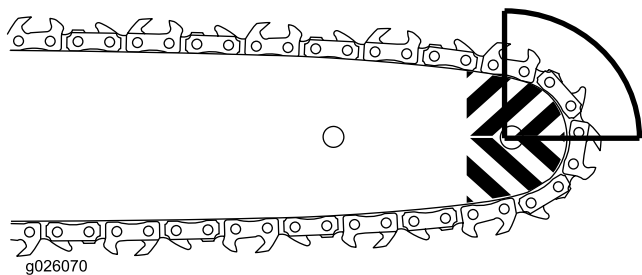

Figure 8
- Un mouvement ascendant rapide de la tronçonneuse se produit lorsque la chaîne au bout de la barre (Figure 8) contacte un objet.
- Un mouvement en arrière rapide de la tronçonneuse se produit lorsque la chaîne au bout de la barre (Figure 8) est coincée par l'objet que vous coupez.